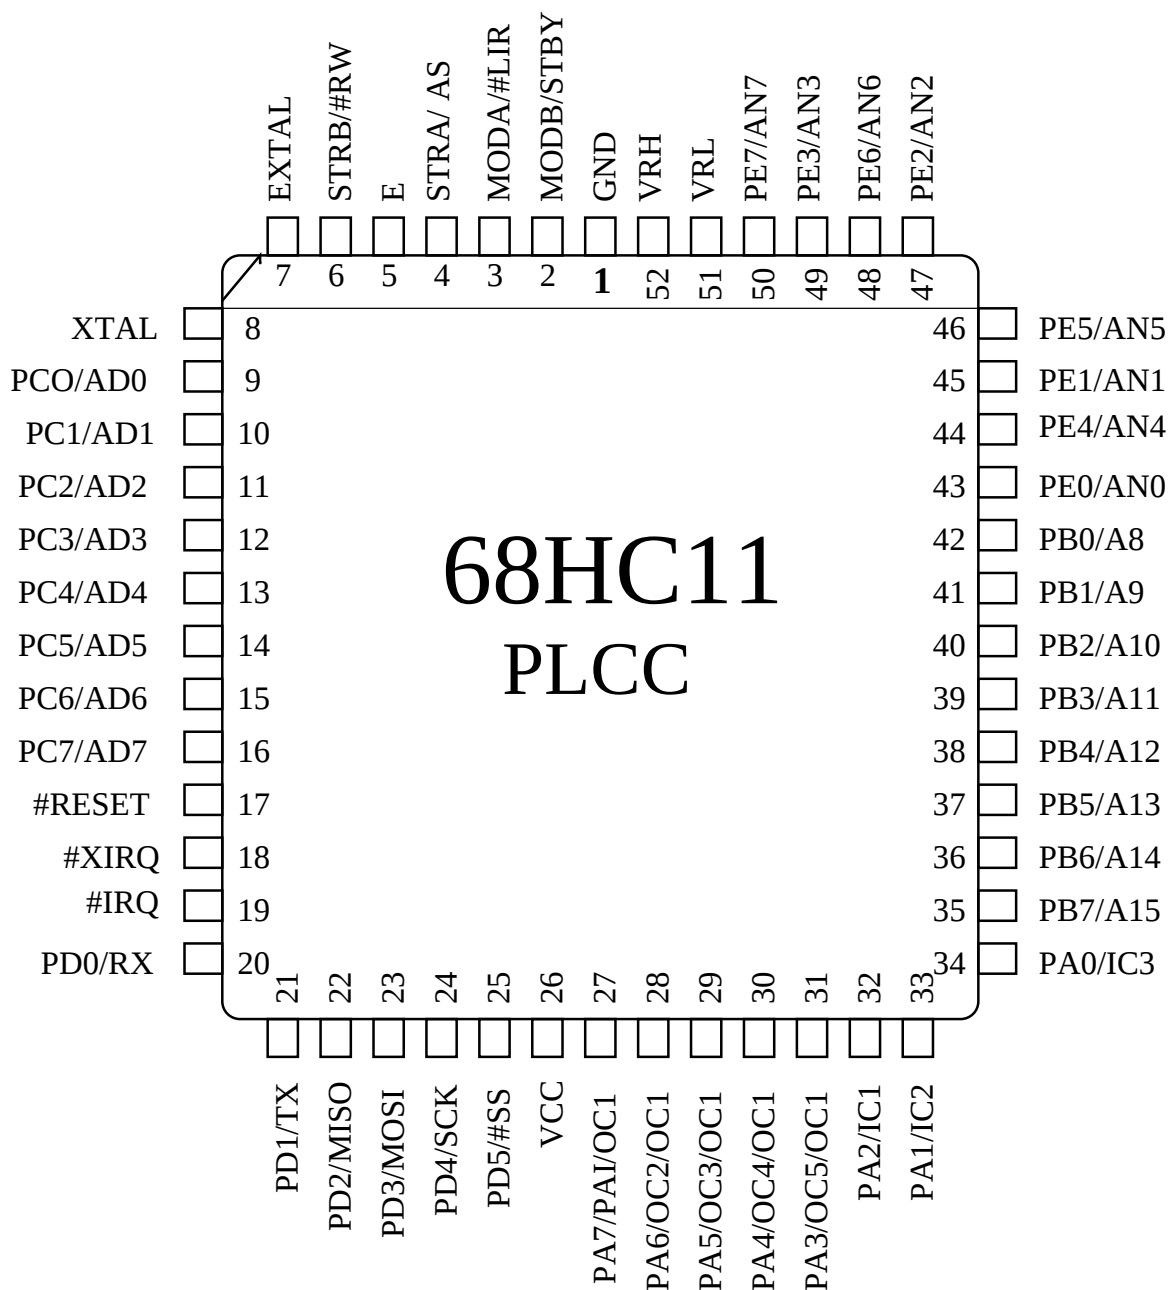

Figura B.20: Patillaje del 68HC11 en formato PLCC:
3. En la figura B.20 se representa el patillaje del microcontrolador de 52 pines con encapsulado PLCC.